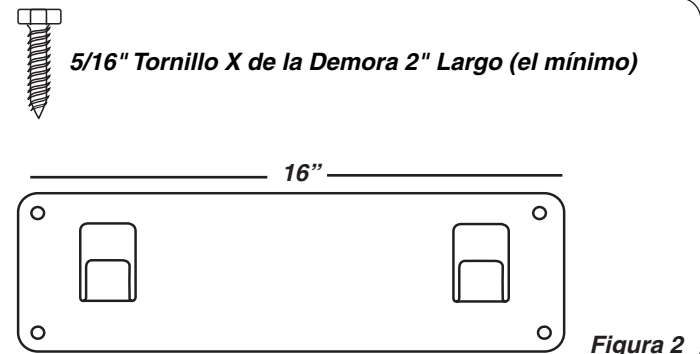

Figura 2
3. Abroche paréntesis de pared a montar superficie que utiliza 4 cierres calibrados apropiados. Taladre hoyos pilotos como sea necesario. (Vea la Figura 2).